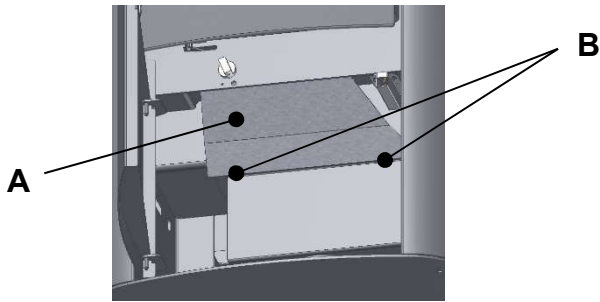
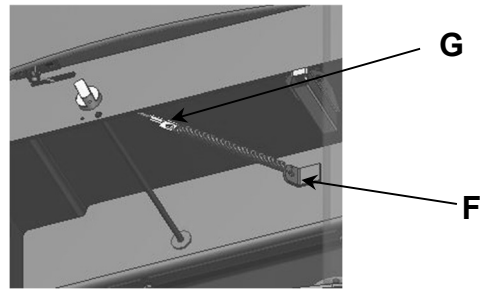

Abb.6
Abb.7
Die Türfeder ist aufgrund der auf Sie einwirkenden hohen thermischen Belastungen ein Verschleißteil und besitzt daher nur eine begrenzte Funktions- und Nutzungsdauer. Sollte die Federspannung im Laufe der Nutzung des Gerätes nachlassen und die Tür nicht mehr selbsttätig schließen, ist diese auszutauschen. Hierzu ist die schwenkbare Abdeckung im unteren Bereich zu öffnen, und das sich dahinter befindliche Bodenstrahlschutzblech (A) Abb.6 durch Lösen der seitlichen Schrauben zu entfernen. Entfernen Sie dann das sich hinter der Abdeckung befindliche Bodenstrahlschutzblech (A) Abb.6 durch Lösen der Sechskantmutter (B) Abb.6. Anschließend die Feder an der Befestigungsschelle (F) Abb.7 und an der Seil-Öse (G) Abb.7 aushängen und die neue Feder einhängen. Das Montieren der Bleche erfolgt in umgekehrter Reihenfolge.